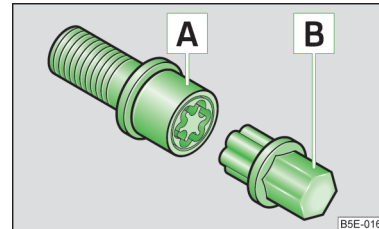

Abb. 132
- Den Adapter [B] » Abb. 132 mit seiner verzahnten Seite bis zum Anschlag so in die innere Verzahnung der Anti-Diebstahl-Radschraube [A] stecken, dass nur noch der äußere Sechskant herausragt.